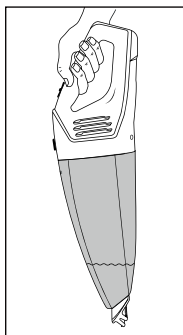

Fig. 3
- ▶ Après avoir aspiré des liquides, portez toujours l'appareil avec l'embout pour aspiration de liquides **1** pointant vers le bas (voir fig. 3):